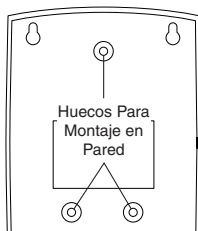

Figura 6
- Use los orificios de la campana como plantilla (vea la Figura 6). Taladre un orificio guía de 5.5 mm (7/32 pulgadas) de diámetro para las 3 anclas de pared (provisitas) e inserte las anclas.